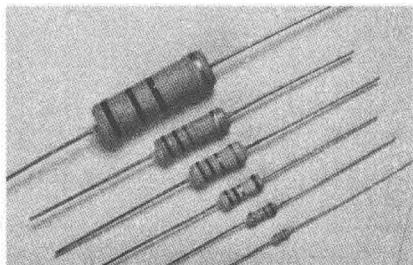
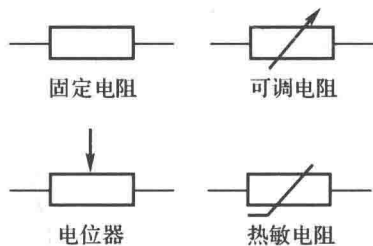

图 2.5 电阻
图 2.6 电阻符号
(1)电阻概念及符号。电荷在物体里运动会形成电流,电流流动时会受到一定的阻力,这种阻力叫电阻。电阻器是人类有意识设计制造出的一个限流元件,将电阻器接在电路中,它可限制流过它及所连支路的电流大小。电阻器简称为电阻(见图 2.5、图 2.6)。